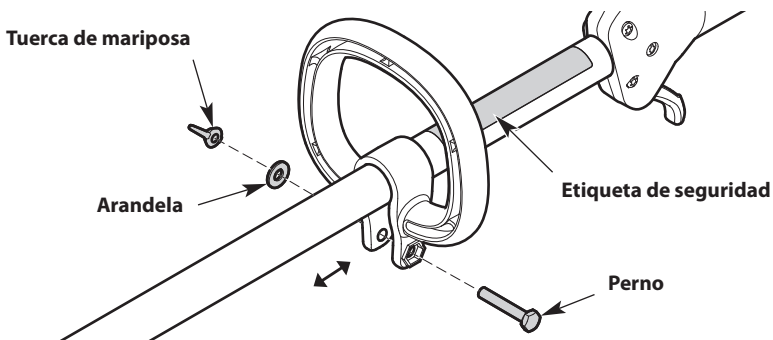

Fig. 9
2. Inserte el perno en el orificio del perno hexagonal y presione para que pase a través de él (Fig. 9). Coloque la arandela en el perno (Fig. 9). Enrosque la tuerca de mariposa en el perno, pero no la ajuste completamente (Fig. 9).
3. Mantenga la unidad en la posición de funcionamiento (Fig. 15). Mueva la manija hacia arriba o abajo del alojamiento del eje superior hasta que esté en una posición cómoda (Fig. 9). Compruebe que la manija esté ubicada más allá del extremo de la etiqueta de seguridad (Fig. 9).
1. Afloje la tuerca de mariposa (Fig. 9).
2. Mantenga la unidad en la posición de funcionamiento (Fig. 15). Mueva la manija hacia arriba o abajo del alojamiento del eje superior hasta que esté en una posición cómoda (Fig. 9). Compruebe que la manija esté ubicada más allá del extremo de la etiqueta de seguridad (Fig. 9).